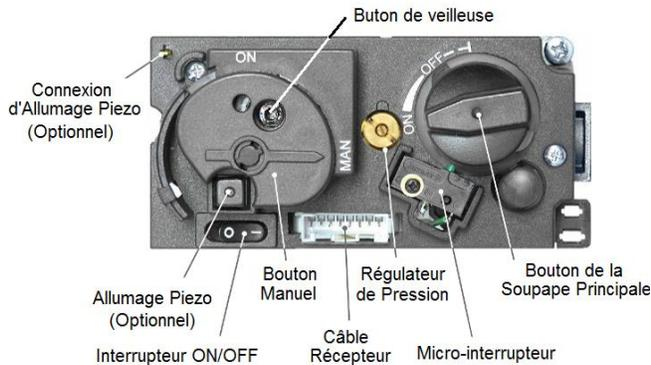

Figure 16 – Configuration de la Soupape GV60 (Dessus)
4. Localiser et tourner dans le sens des aiguilles d'une montre le Bouton MANUEL sur la soupape à la position MAN (voir Figure 16).
8. Quand la veilleuse allume, continuer de tenir le Bouton de la Veilleuse pendant une (1) minute. Relâcher le Bouton de la Veilleuse et la veilleuse devrait demeurer allumée.